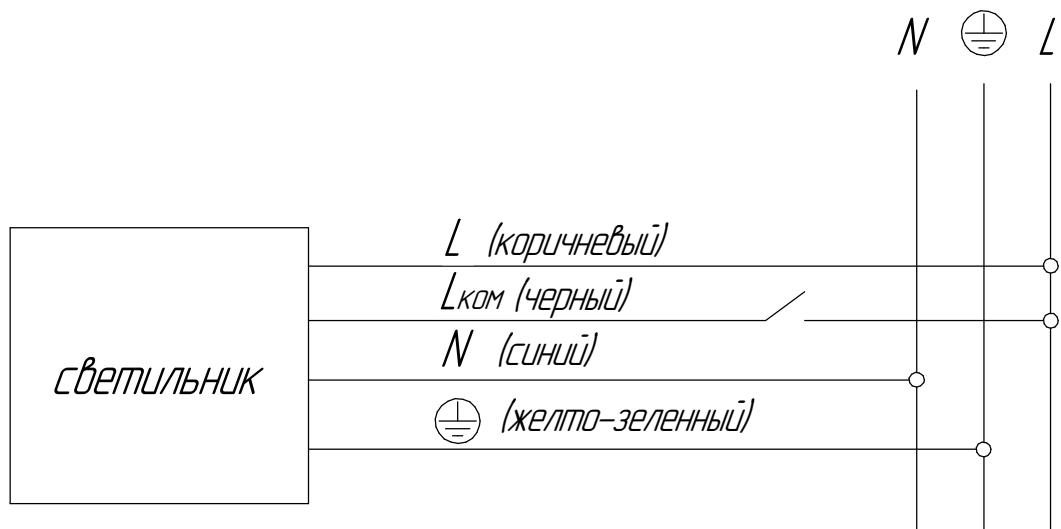

Рисунок 4 - Схема подключения светильника с БАП.
5.5 Подключите светильник к электрической сети согласно схеме рис. 4(5).